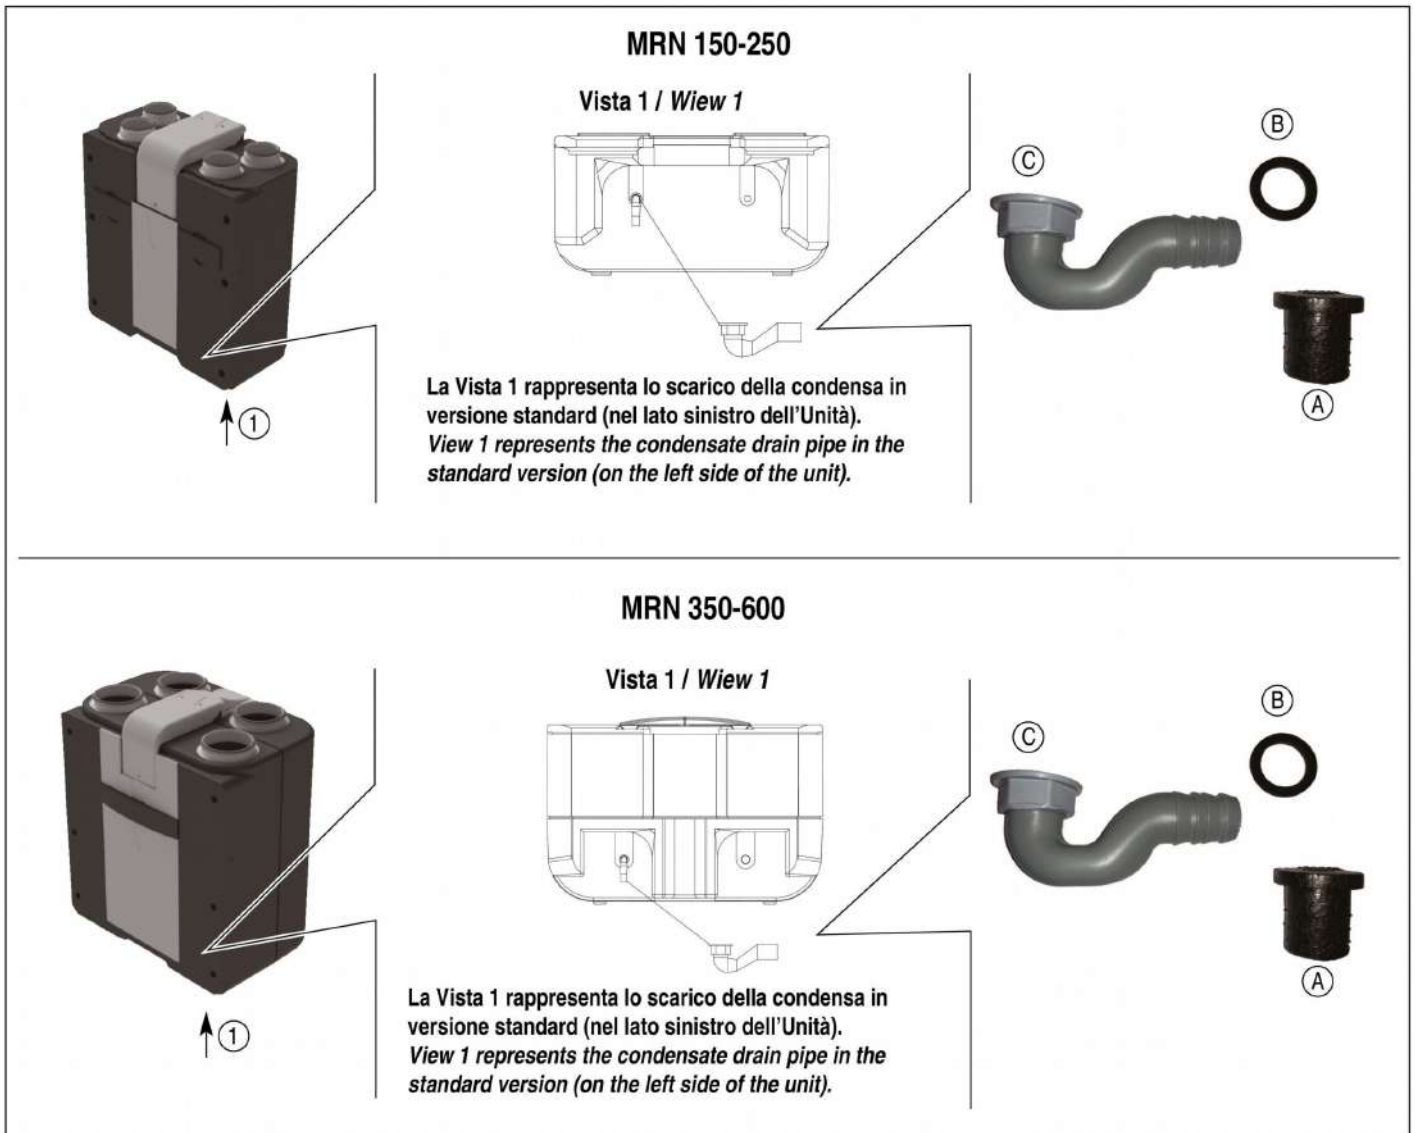

Fig.8
- Il sistema di evacuazione della condensa comprende, un adeguato sifone (Fig. 8), sia per consentirne il deflusso in condizioni di possibile depressione, sia per evitare l'ingresso di odori indesiderati.
- *The condensate evacuation system includes an appropriate siphon (Fig. 8), both to allow it to flow in conditions of possible depression, and to avoid the ingress of unwanted odors*
- Togliere il tappo di copertura (A Fig. 8).
- Inserire l'O-Ring (B Fig. 8) nel tubo filettato predisposto nella macchina, nel lato inferiore come da vista 1.
- Avvitare a fondo il sifone (C Fig. 8) nel tubo filettato.
- Remove cover plug (A in Fig. 8).
- Insert O-Ring (B Fig. 8) in threaded connection prepared in unit at the bottom like in view 1.
- Well srew siphon (C in Fig. 8) in threaded connection.